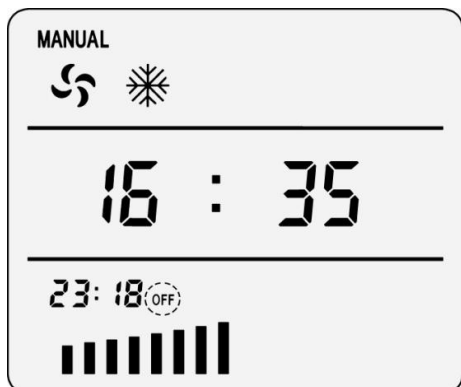

Рисунок 8-10
2) Нажмите кнопку  - дисплей отобразит время "--:--", выключения охладителя (значок "OFF") будет мигать (см. Рис. 8-10).